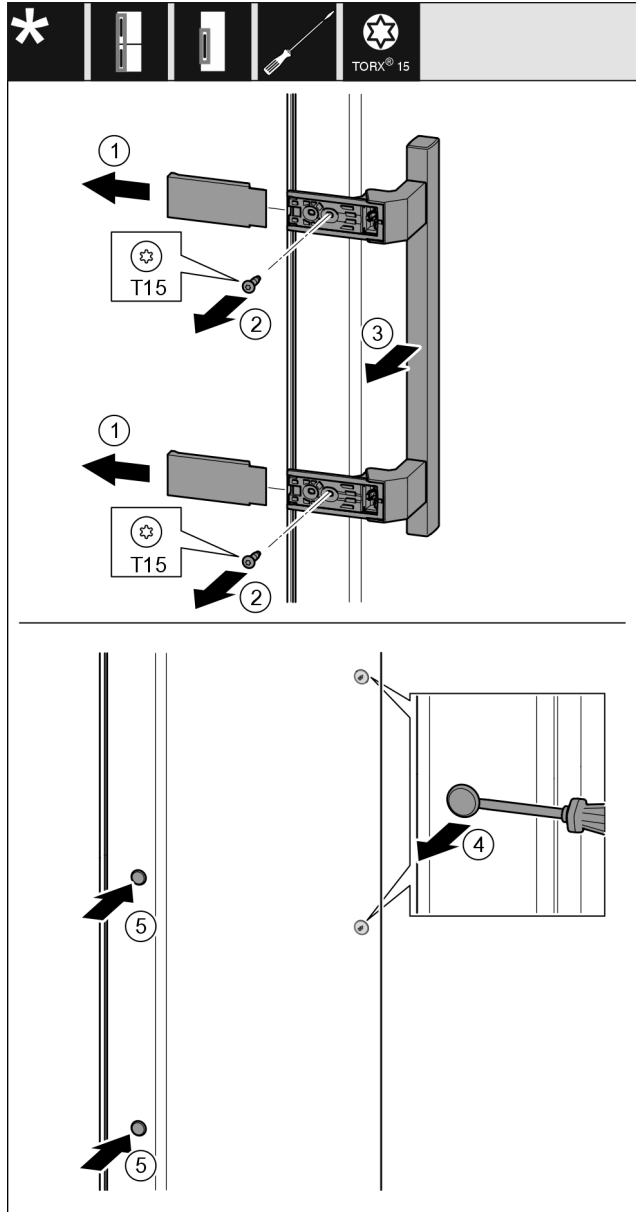

Fig. 21
- ▶ Vedä suojus Fig. 21 (1) irti.
- ▶ Kierrä ruuvit Fig. 21 (2) ulos ruuvimeisselillä.
- ▶ Poista kahva Fig. 21 (3).
- ▶ Nosta sivulla olevia tulppia Fig. 21 (4) varovaisesti uraruuvimeisselillä ja vedä irti.
- ▶ Aseta tulpat Fig. 21 (5) uudelleen toiselle puolelle.